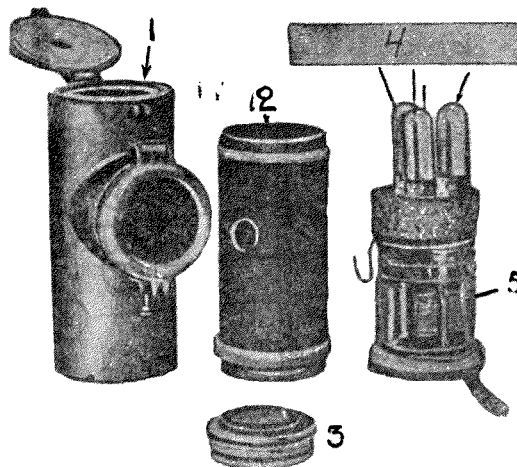
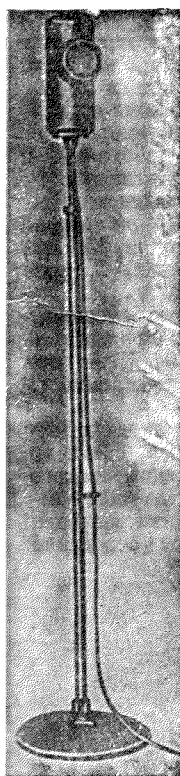

Рис. 5. Детали микрофона „Радиокорпорейшен“
Рис. 4. Американский конденсаторный микрофон фирмы „Радиокорпорейшен“
На рис. 4 изображен американский конденсаторный микрофон фирмы „Радиокорпорейшен“ типа 1005 А, собранный по низкочастотной схеме. На рис. 5 даны детали его: защитный алюминиевый кожух — экран (1), мягкая прокладка для изоляции усилителя от звука (2), капсюль конденсаторного микрофона (3), 4 и 5 — трехламповый усилитель и выходной трансформатор.